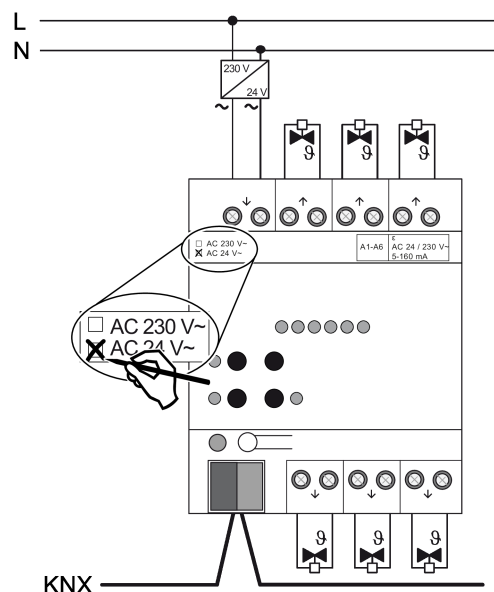

Bild 4: Anslutning ställmotorer 24 V
- Anslut ställmotorer typ AC 24 V enligt anslutningsschemat (se bild 4).